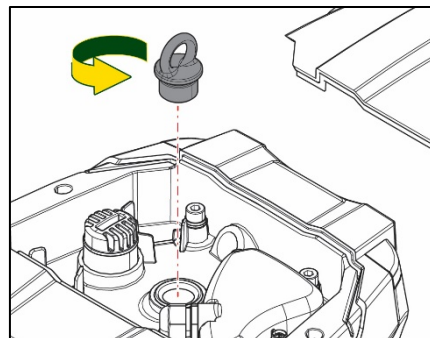

Figure 20
2. Retirez le boulon à œil de levage à l'intérieur du compartiment supérieur en le dévissant (Fig. 20). Pendant l'opération, veillez à ne pas laisser pénétrer des impuretés (liquides ou solides) dans le moteur.